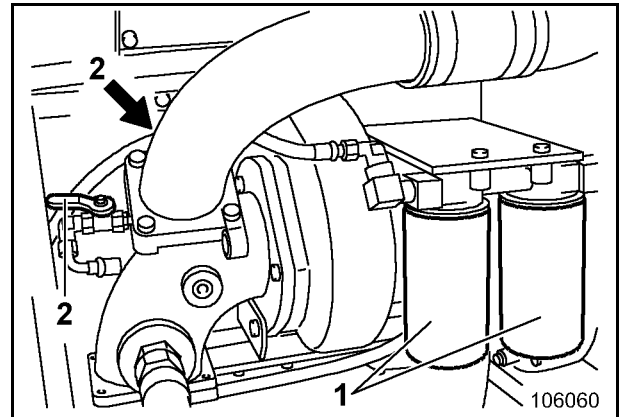

Fig. 3-35:
- Cerrar las válvulas (2, Fig. 3-35:).
- Desenroscar el filtro de agua (3)
- Abrir la válvula (2).